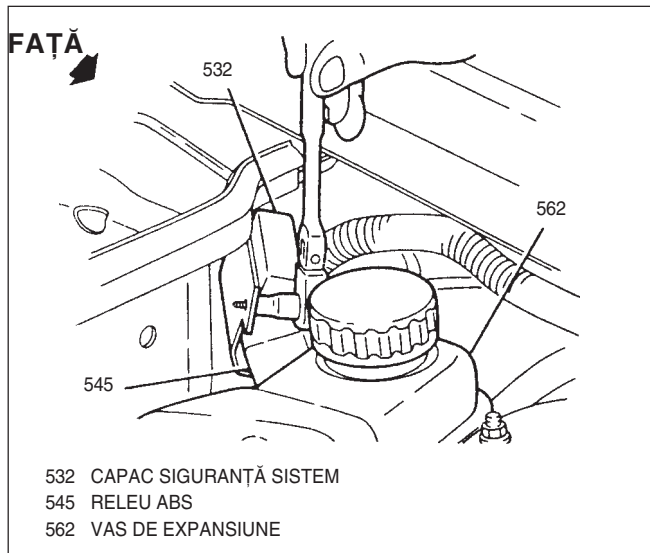

Fig. 36 Demontare releului ABS
2. Șurubul de fixare și releul ABS din suport (Fig. 36).